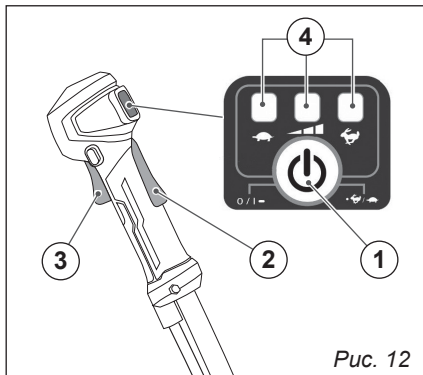

Рис. 12
7.1. Клавиши управления и индикация (рис. 12)